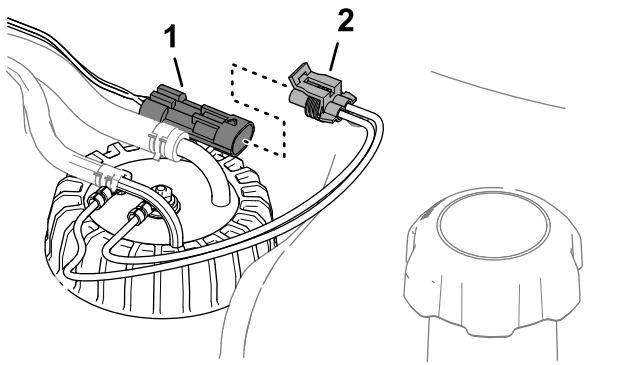

Bild 119
3. Trennen Sie den 2-poligen Steckverbinder des Kraftstoff-Füllstandsensors von dem 2-poligen Steckverbinder des Maschinenkabelbaums (Bild 119).